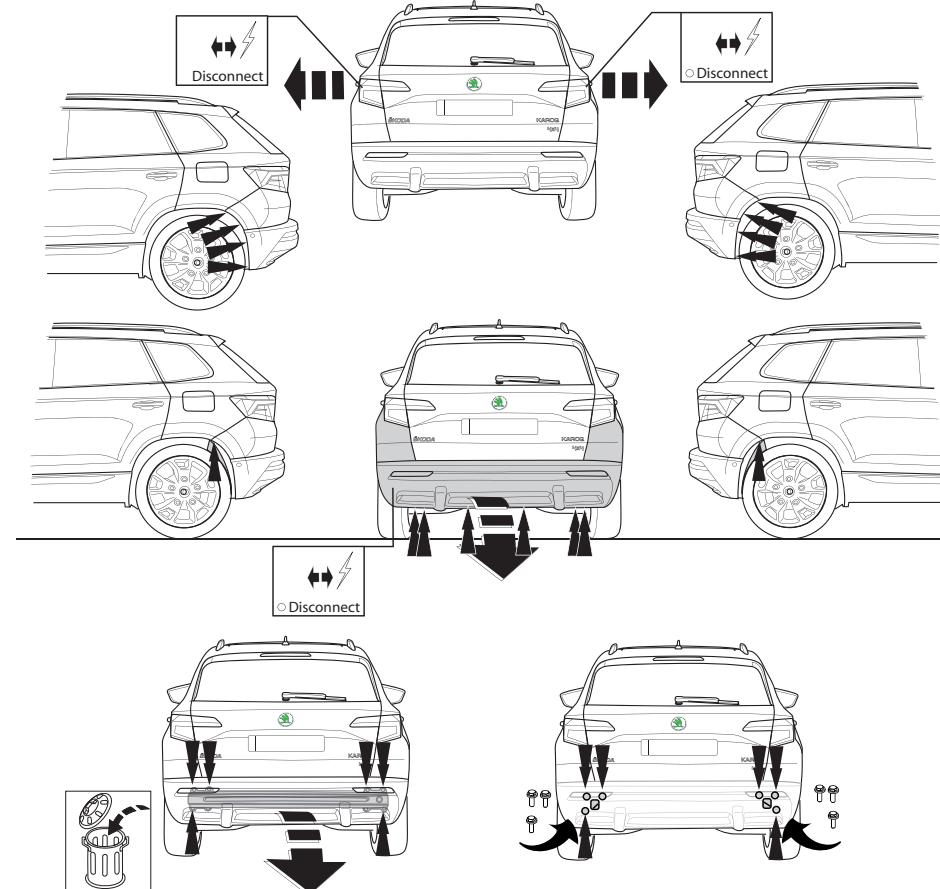

Fig. 1
2. Снять бампер вместе со стальным буферным бруском автомобиля буферный брус больше не понадобится. Посадить болты на место. См. рисунок 1.